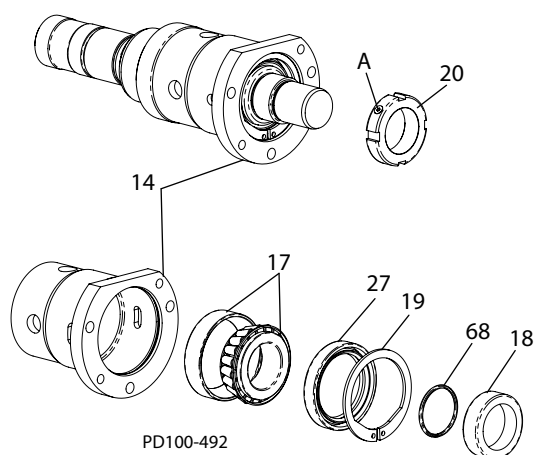

Figura 42 - Scoateți rulmenții
1. Slăbiți șurubul de reglare blocator (Figura 42, articol A) din piulița de ajustare a rulmentului (articolul 20) și scoateți piulița de ajustare a rulmentului.